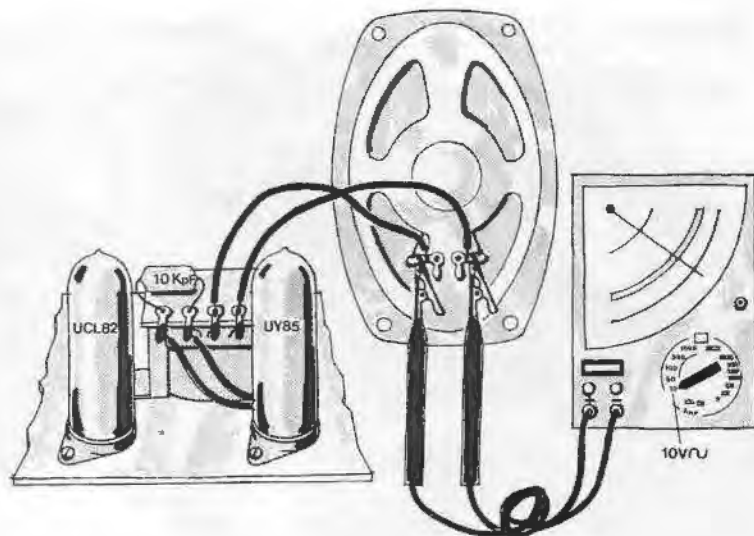

Figura 46
6. Para conseguir un perfecto ajuste, es recomendable que tome por norma la siguiente operación: ponga el polímetro encima de la mesa de trabajo y seleccione, como principio, la escala de 50 voltios alterna. Tome las puntas de prueba del mismo; coloque dos pinzas cocodrilo e insértelas en el secundario del transformador de salida del altavoz o en los terminales de la bobina móvil. (Figura 46).